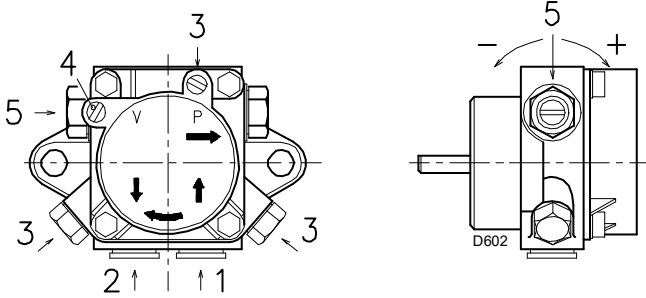

Abb. 18
Bei der selbstansaugenden Pumpe die Schraube 3)(Abb. 18) lösen, um die in der Saugleitung enthaltene Luft abzulassen, und warten, bis der Brennstoff austritt.
Legende (Abb. 18)
- Damit die Pumpe selbstansaugend sein kann, muss eine der Schrauben 3)(Abb. 18) der Pumpe gelockert werden, damit die Saugleitung entlüftet werden kann.